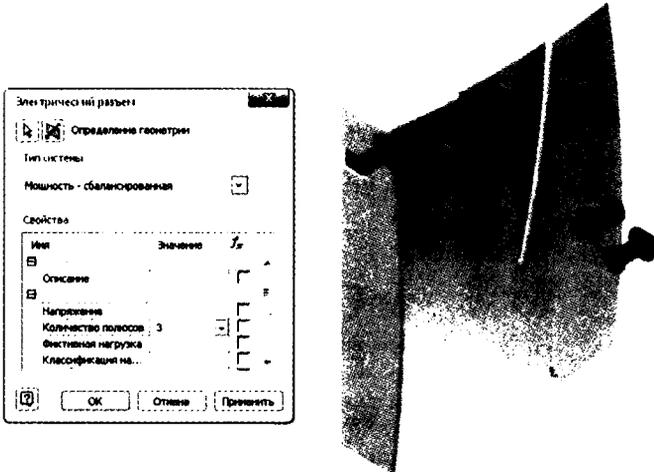

Рис. 14.20. Добавление электрического соединения в изделие
13. Установите тип системы **Мощность – сбалансированная**, измените **Количество полюсов** на **3**, используя выпадающее меню, как показано на рис. 14.20, затем нажмите **ОК**.